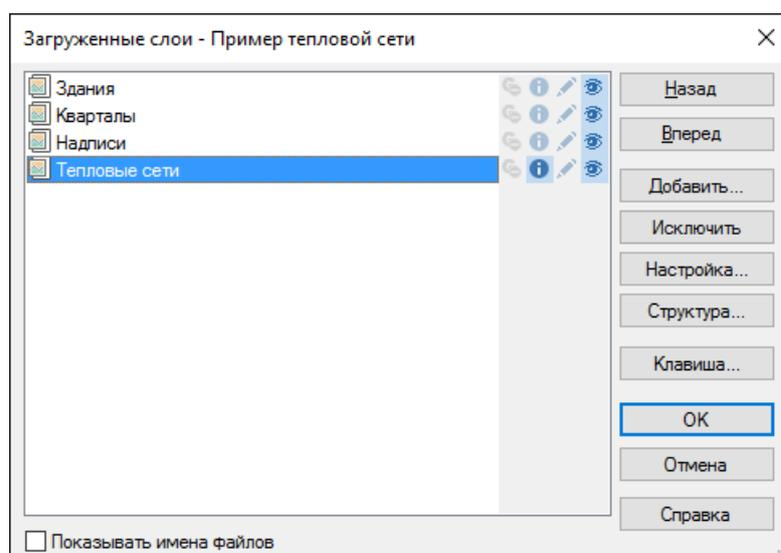

Рисунок 5.1. Выбор слоя для редактирования
2. Если карта содержит только один слой, то этот слой сразу станет редактируемым. Если же в карте несколько слоев, то на экране появится список слоев карты (смотрите Рисунок 5.1, «Выбор слоя для редактирования»), в котором нужно левой кнопкой мыши выбрать слой с тепловой сетью и нажать кнопку ОК.